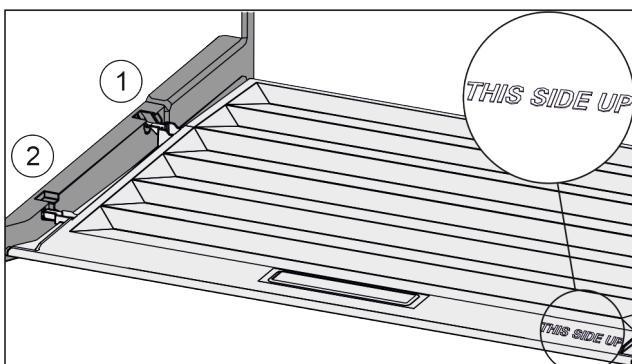

Fig. 125
- Výstupky veka zavedťte cez otvor zadného držiaka Fig. 125 (1) a zaistite vpredu v držiaku Fig. 125 (2).